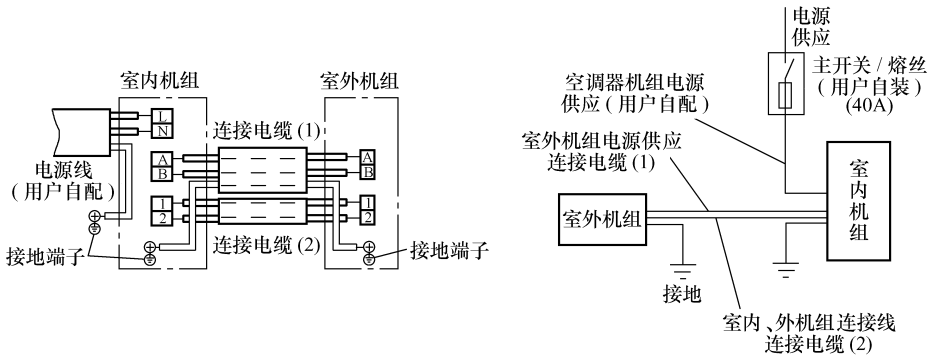

图 5-8 室内、外机连接示意图
(8) 室内、外机电线连接（以日立 KFR-72LW/BPB 空调器为例进行介绍）。按如图 5-8 所示将电缆正确地连接室内、外机组。